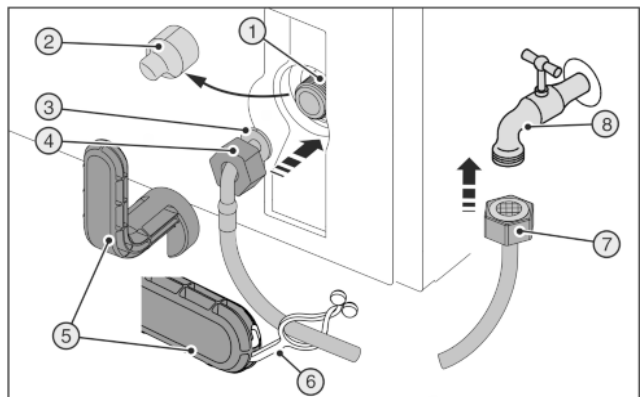
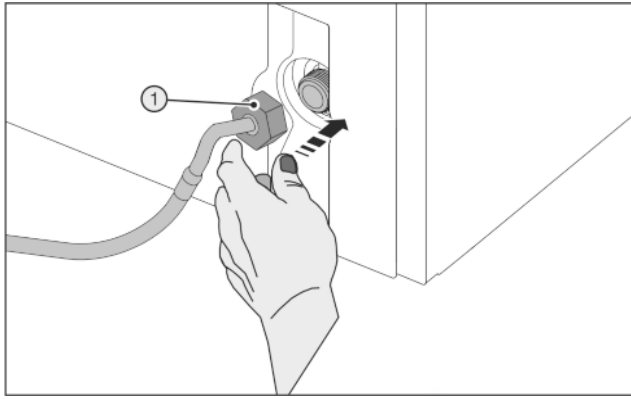

Fig. 45
Fig. 46
Сломанный вспомогательный инструмент Fig. 45 (5)!
- ▶ Вспомогательный инструмент Fig. 45 (5) использовать только при комнатной температуре.
- ▶ Снять крышку Fig. 45 (2).
- ▶ Облегченный монтаж: Выложить прямой конец шланга Fig. 45 (7) влево на землю.
- ▶ До конца сдвинуть гайку Fig. 45 (4) через конец шланга в виде угла Fig. 45 (3) и удерживать.
- ▶ Осторожно одеть гайку Fig. 46 (1) и накрутить на резьбу двумя пальцами до обеспечения надежной посадки.
- ▶ Затяните гайку Fig. 46 (1) с помощью вспомогательного инструмента Fig. 45 (5) по часовой стрелке, пока не будет достигнут максимальный момент затяжки и вспомогательный инструмент Fig. 45 (5) начнет прокручиваться.
- ▶ Навинтите гайку Fig. 45 (7) на запорный кран Fig. 45 (8).
- ▶ Затяните гайку Fig. 45 (7) с помощью вспомогательного инструмента Fig. 45 (5) по часовой стрелке, пока не будет достигнут максимальный момент затяжки и вспомогательный инструмент Fig. 45 (5) начнет прокручиваться.
- ▶ Откройте запорный кран Fig. 45 (8) системы подвода воды и проверьте герметичность всей водяной системы.
- ▶ Зацепить накладку Fig. 45 (6) в вспомогательном инструменте Fig. 45 (5) и для хранения закрепить на шланге из высококачественной стали.